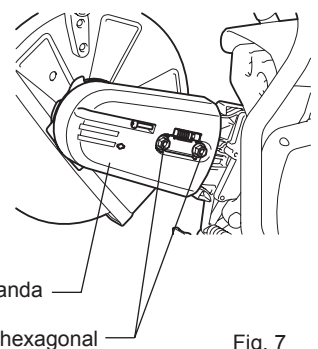

Fig. 7
- Instale la cubierta de la banda. (Fig. 7)